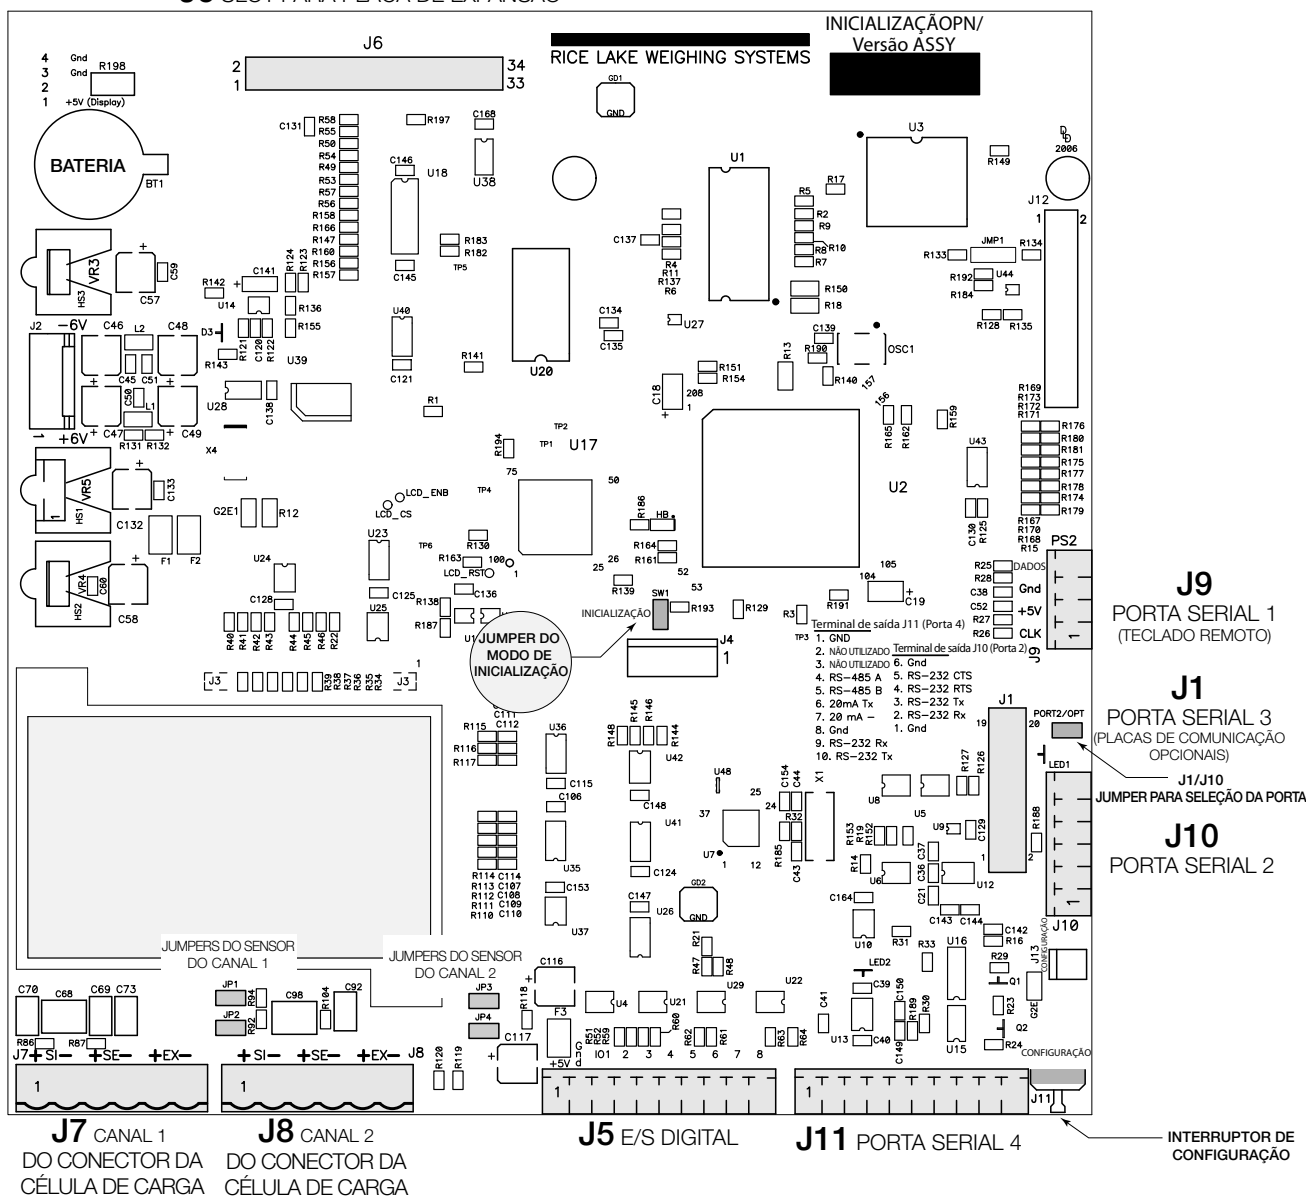

Figura 2-3. 820i Placa de CPU
A instalação de placas opcionais no conector J1 requer remoção do jumper de seleção de porta J1/J10 (veja Figura 2-3 na página 11). A remoção do jumper desativa as comunicações RS-232 por meio do conector J10. Para a placa apenas de interface USB, as conexões de comunicações RS-232 simultâneas (configuradas como Porta 3) e comunicações USB (Porta 2) são fornecidas na placa de interface USB.
2. Alinhe cuidadosamente o maior conector do cartão opcional com o conector J6 na placa de CPU (veja Figura 2-3 na página 11) ou J1. Pressione para baixo para assentar a placa opcional no conector da placa de CPU.
3. Utilize os parafusos fornecidos no kit para prender a outra ponta da placa opcional nos distanciadores roscados da placa de CPU (veja Figura 2-3).